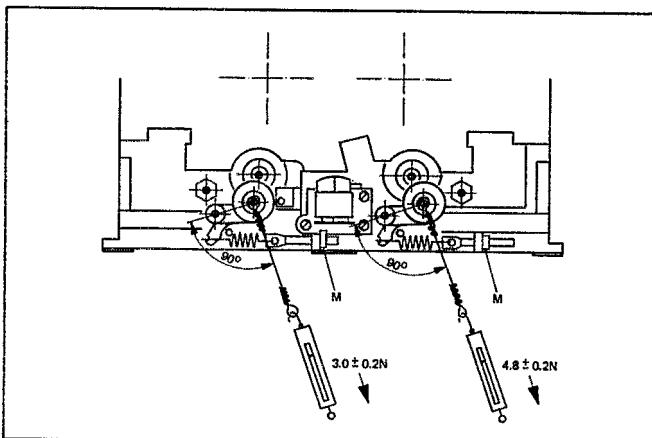

Fig. 3.1
- mit einer Draht- oder Fadenschlaufe eine Federwaage an den Andruckrollenachsen einhängen und daran ziehen, bis sich zwischen Capstanachse und der Andruckrolle ein Luftspalt bildet (Fig. 3.1)
- durch Verstellen der Vierkantmutter [M] (Fig. 3.1) die Andruckkraft auf folgende Werte einzustellen: